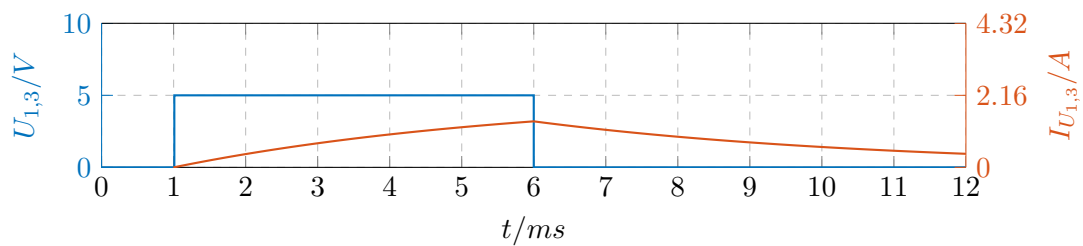

Abbildung 2.3: Stromverlauf bei Anregungspuls von 5ms
b) Sollte der Spannungspuls von zu kurzer Dauer sein, kommt es vor, dass sich der Strangstrom nicht komplett aufbauen kann. Dies ist in Abbildung 2.3 der Fall: bevor  $I_{max}$  erreicht wird, ist der Puls von  $U_{1,3}$  bereits vorüber. Unter diesen Bedingungen kann der Motor nicht das vollständige Drehmoment aufbringen, was im Gegensatz dazu bei den Abbildungen 2.1 und 2.2 der Fall ist, da hier genug Zeit zum Aufbau des Stromes vorhanden ist.